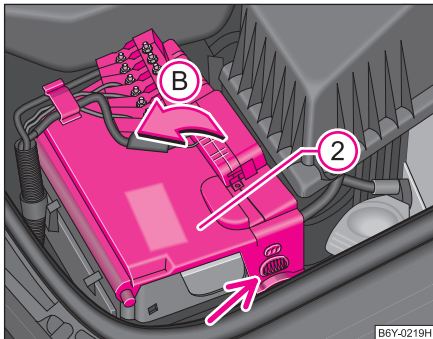

Abb. 147 Batterie:
- Drücken Sie dabei die Verrastungen an den Seiten der Batterieabdeckung ② leicht zur Seite ⇒ Abb. 147.